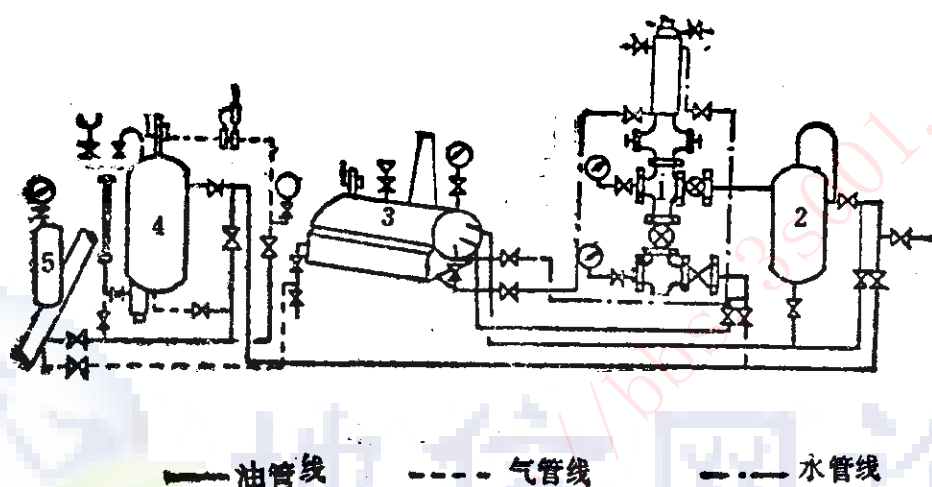
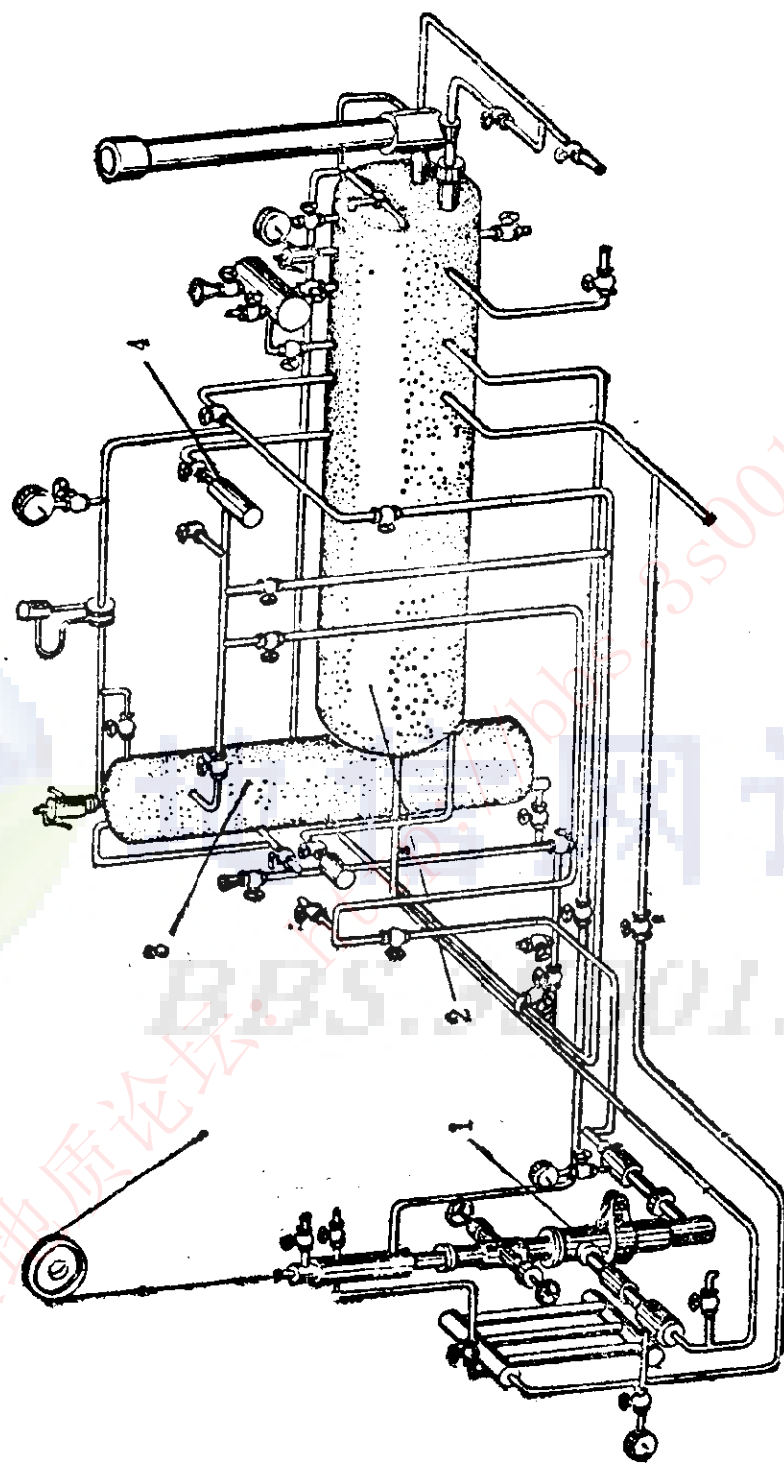

图 3-1-3 四小井口流程示意图
图 3-1-4 四微地面流程示意图
(2)“四小”和“四微”井口流程：主要是把采油树、分离器和水套炉做了改进。但基本上还是在井口加热、井口计量。油从油井出来后进加热炉，再经过分离器计量或直接进干线(见图 3-1-3 及图 3-1-4)。